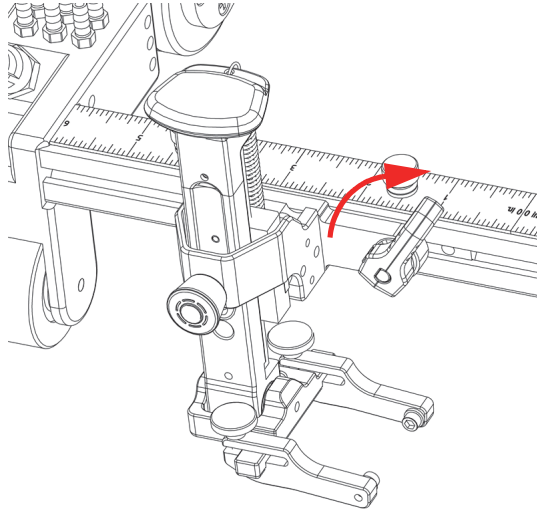

Рис. 2-13 Зафиксированный держатель ПЭП
4. Поверните установочный рычаг по часовой стрелке, чтобы зафиксировать держатель ПЭП (Рис. 2-13 на стр. 45).